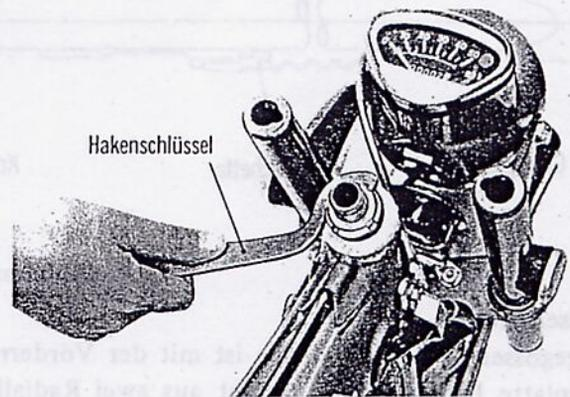

Abbildung 61
- (1) Lenker, wie im Abschnitt "Lenker" beschrieben, ausbauen.
- (2) Vorderrad gemäß Abschnitt "Vorderrad" (Seite 34) ausbauen.
- (3) Steuerkopfmutter abschrauben und die zwei 8 mm-Schrauben heraus-schrauben. Obere Gabelbrücke abheben.
- (4) Obere Steuerkopfmutter mit dem Hakenschlüssel (Spezialwerkzeug Nr. 07072-09801) abschrauben und die Vorderradgabel zusammen mit dem Kotflügel, dem Scheinwerfergehäuse und dem Signalhorn nach unten herausziehen. (Abbildung 61)